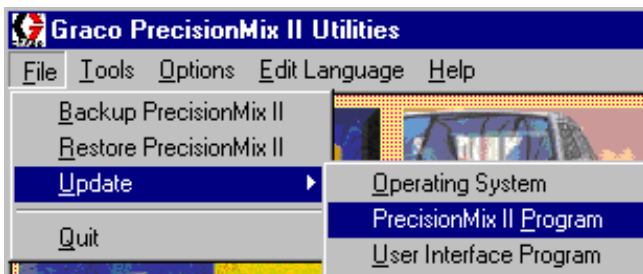
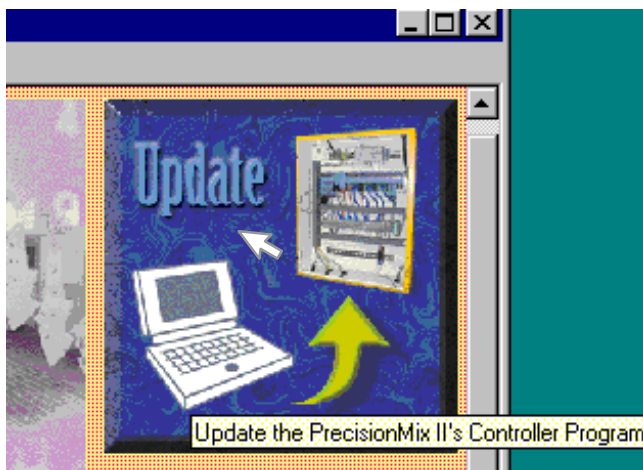

Fig. 13.28
Fig. 13.29
1. Seleccione archivo ► actualizar ► programa PrecisionMix II (Fig. 13.28) o pulse el botón actualizar programa PrecisionMix II (Fig. 13.29).